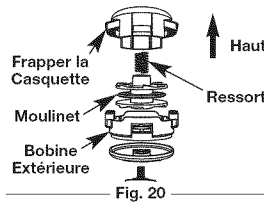

Fig. 20
- Retirez le couvercle soit en le faisant sauter, soit en le dégageant petit à petit, puis retirez la bobine (Fig. 20)
- Remplacez la bobine dans le couvercle de la bobine extérieure (Fig. 20).